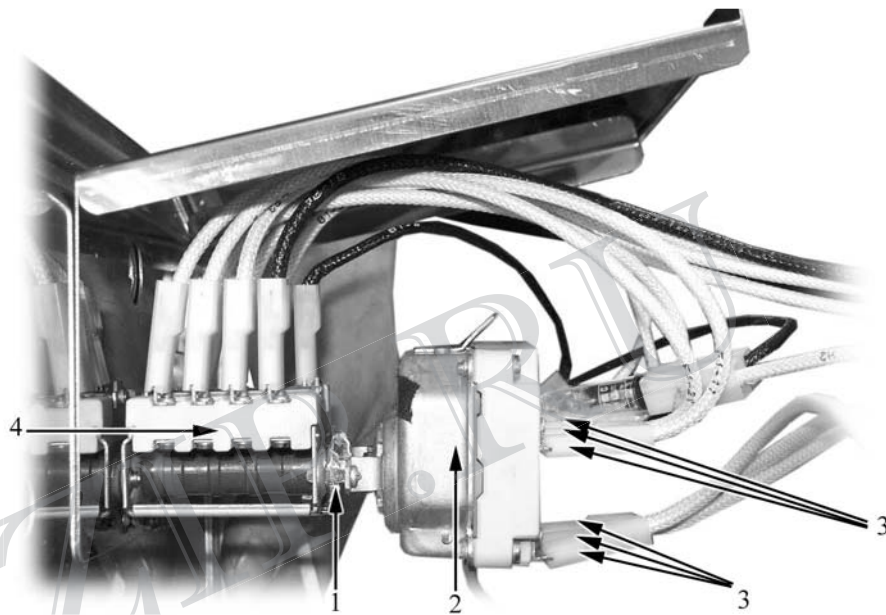

Fig. 7
- togliere le connessioni elettriche (pos. 3 in Fig. 7) dal termostato di lavoro;
- piegare verso l'esterno le alette della staffa di accoppiamento (pos. 1 in Fig. 7) in modo da poter sfilare il termostato (pos. 2 in Fig. 7) dal commutatore (pos. 4 in Fig. 7);
- togliere il termostato di lavoro guasto (pos. 2 in Fig. 7);